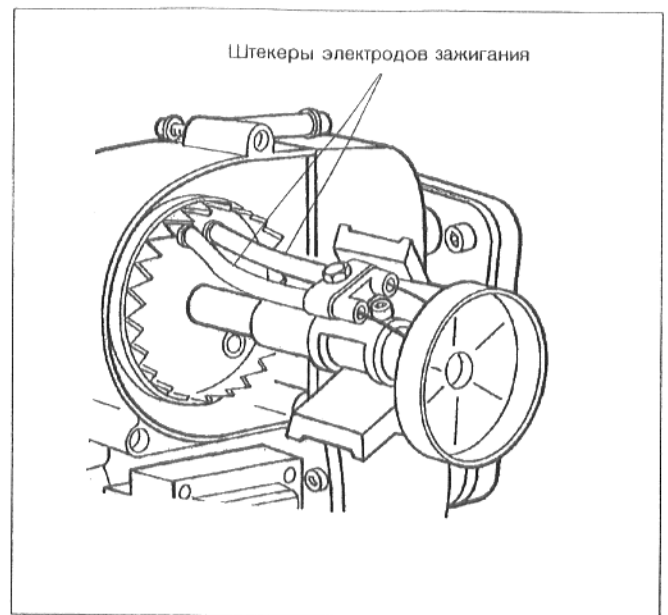

Рис. 11
- Снять штекер электрода зажигания (рис. 11).